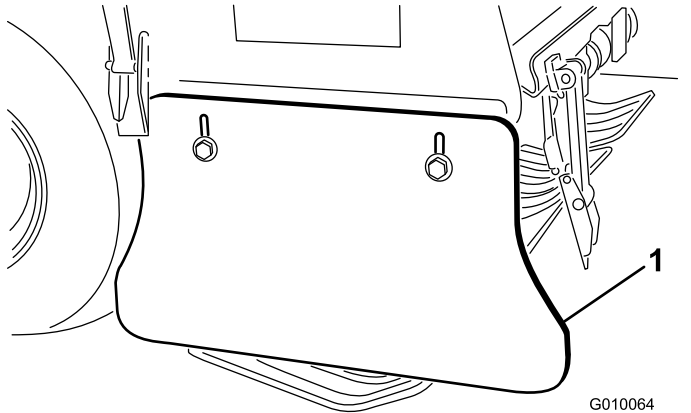

图 172
2. 旋松将侧护罩固定至打孔头机架的平头螺丝和凸缘锁紧螺母 图 172。